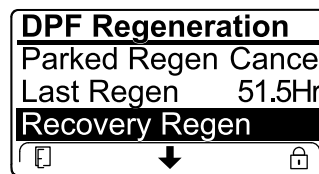

Figure 88
- Si le calculateur moteur n'a pas demandé de régénération d'urgence et que vous naviguez jusqu'à l'option RECOVERY REGEN, la régénération d'urgence se bloque et l'icône de blocage (Figure 88) apparaît en bas à droite de l'InfoCenter.